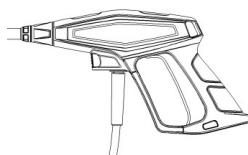

Figura 10
8. Desbloquee el gatillo. Ver figura 10.